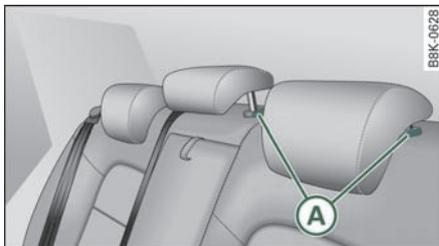

图 66 后座椅：后座椅上的头枕
- 按压按钮 (A) =>图 66 并向下移动头枕，可以调低头枕高度。■